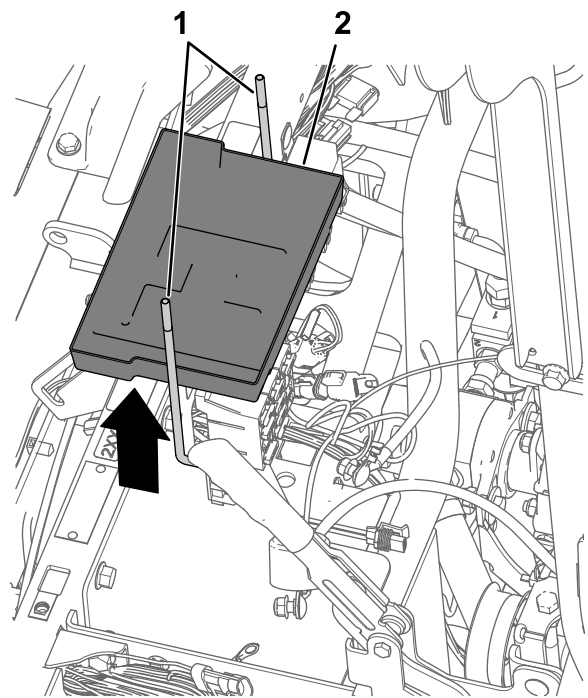

Figura 171
5. Retire los 2 pernos en J y la bandeja de la batería del soporte de la batería (Figura 171).